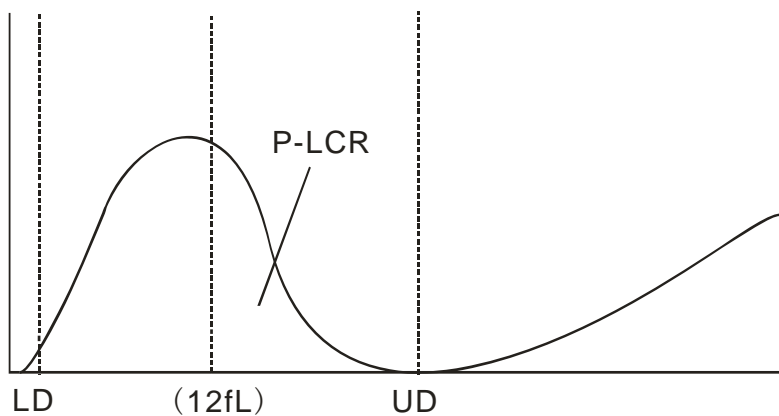

Figura 2-3 P-RLC
- P-LCR indică raportul dintre plachete mari (≥ 12 fL). Este derivat din histogramă PLT. A se vedea Figura 2-3. LD, UD este linia de diferențiere 2 ~ 6 fL și 12 ~ 30 fL. Aceste două linii sunt decise de către analizor automat. P-LCR este raportul dintre particule între linia 12 fL și UD la particule LD și UD.